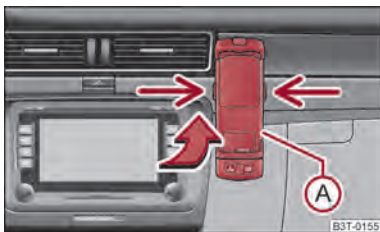

Abb. 132 Universale Vorbereitung für das Telefon
- Schieben Sie zuerst den Adapter  in Pfeilrichtung \Rightarrow Abb. 132 bis zum Anschlag in den Halter. Drücken Sie den Adapter leicht nach unten, bis er sicher einrastet.
- Drücken Sie gleichzeitig die seitlichen Verriegelungen des Halters \Rightarrow Abb. 132 und nehmen das Telefon mit Adapter heraus.